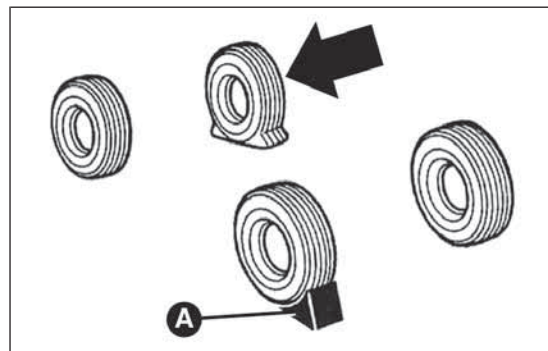

fig. 35
- ☐ posizionare il cuneo posteriormente, sulla ruota diagonalmente opposta a quella da sostituire (vedere fig. 35) in modo da prevenire movimentazioni della vettura quando questa è sollevata da terra;